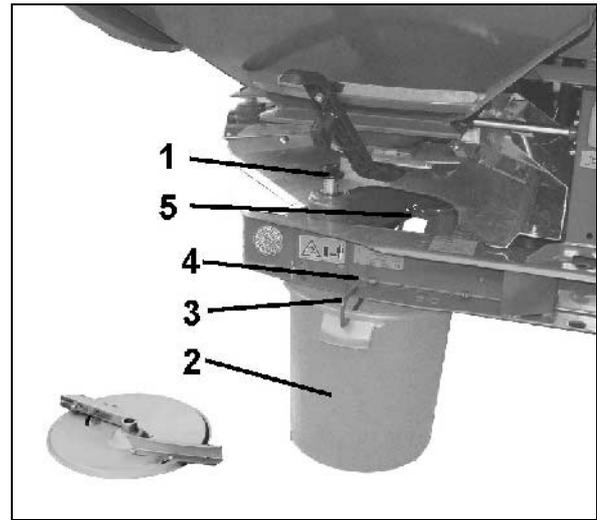

Fig. 49
- 3.1 Flügelmutter (Fig. 49/1) zur Befestigung der linken Streuscheibe heraus-schrauben und Streuscheibe von Ge-triebewelle abziehen.
4. Auffangbehälter (Fig. 49/2) mittels Bügel (Fig. 49/3) in die Aufnahmen (Fig. 49/4 und Fig. 49/5) am Rahmen einhängen.